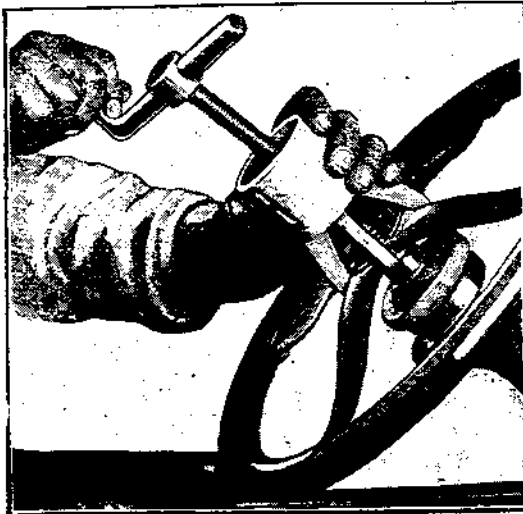

Fig. 14
- e) Démontez le volant en dévissant l'écrou de serrage et enlever le volant à l'aide d'un arrache volant (fig. 14).